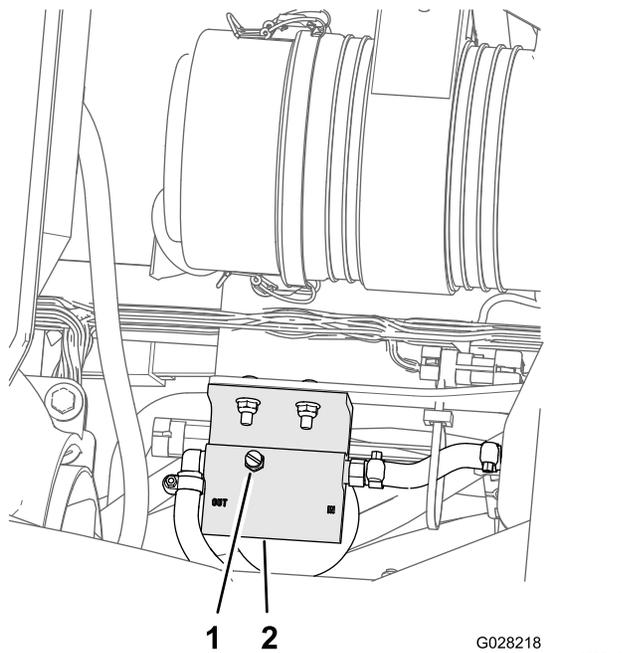

Figura 73
5. Afloje el tapón de ventilación situado en la parte superior del separador de combustible/agua (Figura 73).
7. Apriete el tapón de ventilación (Figura 73) y gire el interruptor de arranque a la posición de DESCONECTADO.